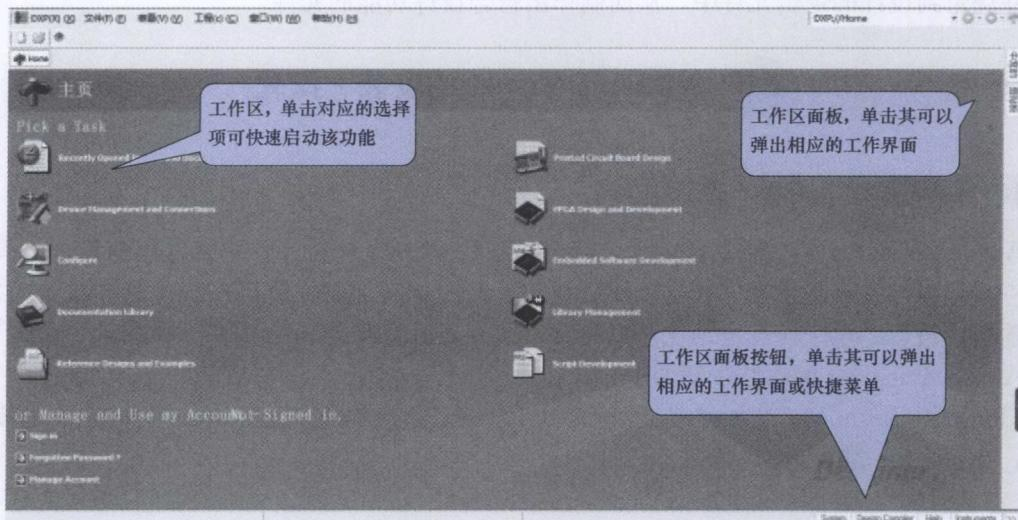
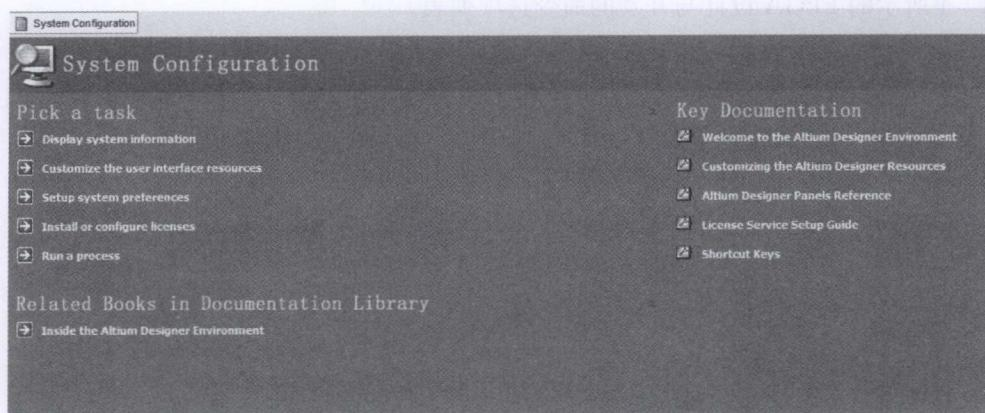

图 1-1 Altium Designer 工作组主界面
图 1-2 系统配置选择项
Page), 如图 1-1 所示。由图 1-1 可知, 用户可以创建 PCB 项目、原理图和 PCB 文档、FPGA 项目, 进行信号完整性分析及仿真等操作。这一节主要介绍 Altium Designer 的设计环境。
Altium Designer 提供了一个友好的主界面, 如图 1-1 所示, 用户可以通过该页面进行项目文件的操作, 如创建新项目、打开文件、配置等。用户如果需要显示该主页面, 可以选择 View/Home 命令, 或者单击右上角的图标 。
(1) Recently Opened Project and Documents (近期打开的项目和文档)。选择该项后, 系统会弹出一个对话框, 用户可以很方便地从对话框中选择需要打开的文件。当然用户也可以从 File 菜单中选择近期打开的文档、项目和工作空间文件。
(2) Device Management and Connection (器件管理和连接)。选择该项可查看系统所连接的器件 (如硬件设备和软件设备)。
(3) Configure (配置)。选择该项后, 系统会在主页面弹出系统配置选择项, 如图 1-2 所示, 此时用户可以选择自己需要的操作。当然这些操作也可以从图 1-1 的左上角 DXP 菜单中选择。